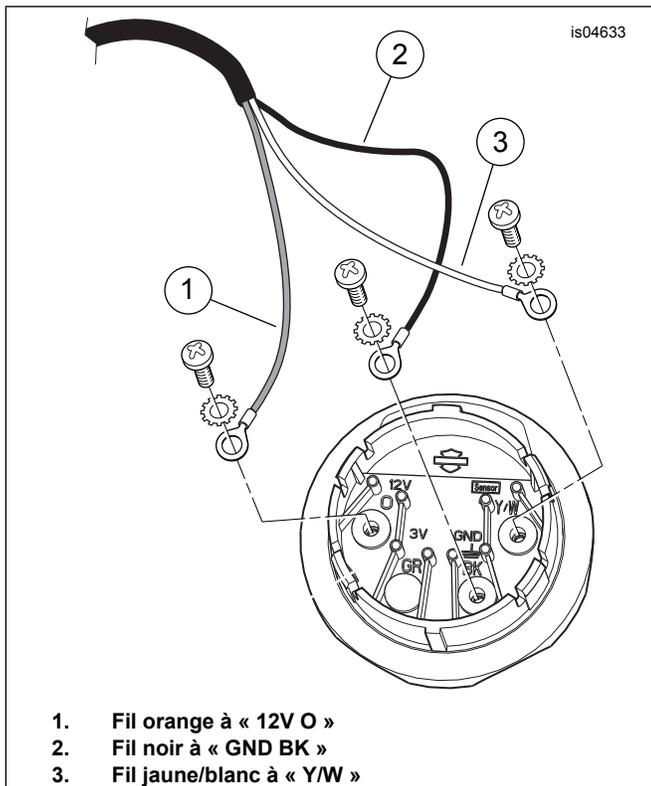

Figure 1. Connexions de fils
2. Voir Figure 1. Utiliser trois des vis à tête Phillips et les rondelles du kit pour raccorder les fils comme suit : Attacher la borne circulaire du fil orange (1) à la connexion de jauge marquée « 12V » et « O » avec une vis et une rondelle. Attacher la borne circulaire du fil noir (2) à la connexion marquée « GND » et « BK » avec une vis et une rondelle. Attacher la borne circulaire du fil jaune/blanc (3) à la connexion marquée « Y/W » avec une vis et une rondelle.
3. Tout en abaissant avec soin la jauge de carburant, acheminer le faisceau de fils (2) vers le bas dans le tube de vidange jusqu'à ce que les trois fils courts (orange, noir et jaune/blanc) sortent du trou au fond du réservoir de carburant. Tirer doucement sur les fils pour supprimer le mou tout en installant la jauge sur le réservoir de carburant. Ne pas tordre la jauge pendant l'installation. Tenir fermement la jauge et appuyer vers le bas jusqu'à ce qu'elle s'enclenche.
4. Installer les trois fils avec les bornes mâles (B) dans les cavités correctes de la prise mâle à 4 fiches (4) du kit. Voir ci-dessous et l'Appendice B d'un Manuel d'entretien approprié. – Cavité 1 : Orange – Cavité 2 : Jaune/blanc – Cavité 3 : Ouvert – Cavité 4 : Noir